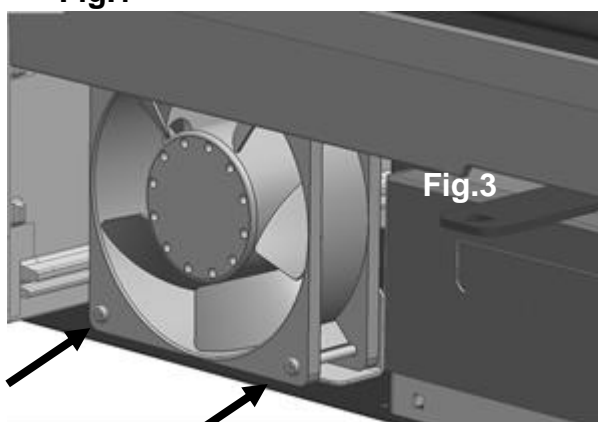

Fig.2
14. Soltar os parafusos que sujeitam os ventiladores (Fig. 2)